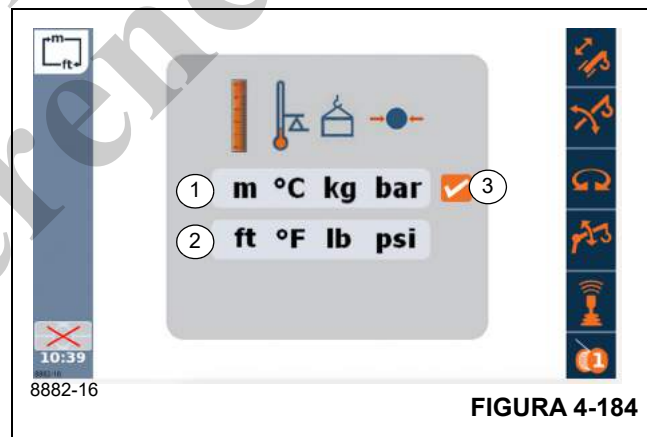

FIGURA 4-184
- Seleccione y confirme el símbolo (Figura 4-184):
El símbolo (3), (Figura 4-184), muestra la selección confirmada respectiva como se muestra, con una marca de verificación.